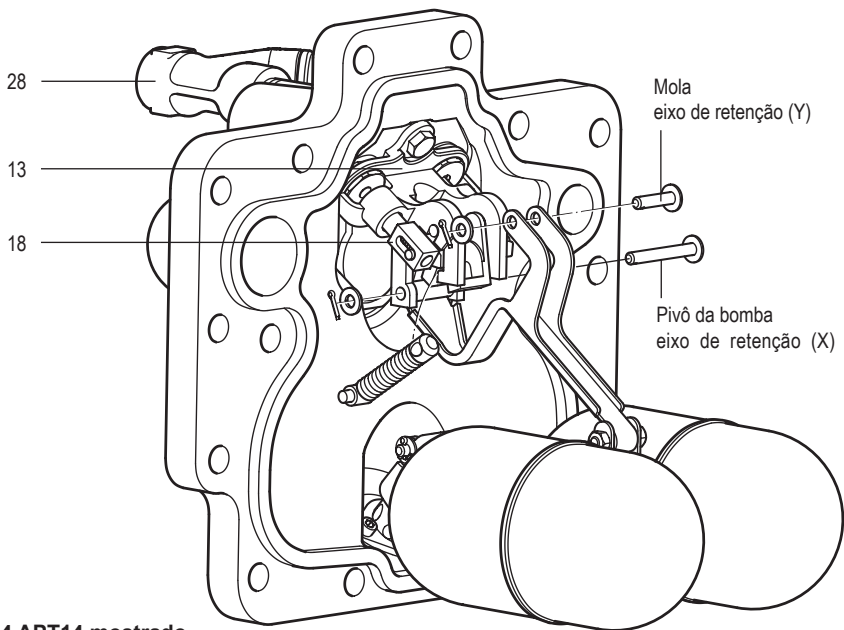

Fig. 4 APT14 mostrado
7. Retire a válvula de exaustão da alavanca do atuador (item 24, mostrado na Figure 4) com cuidado para não danificar ou perder a pequena mola de compressão da válvula de exaustão.
9. **Colocar o novo conjunto de molas e a alavanca do atuador é contrário à remoção.** Lembre-se de comprimir a pequena mola dentro da válvula de exaustão (item 18) antes de colocar o eixo da nova alavanca do atuador.